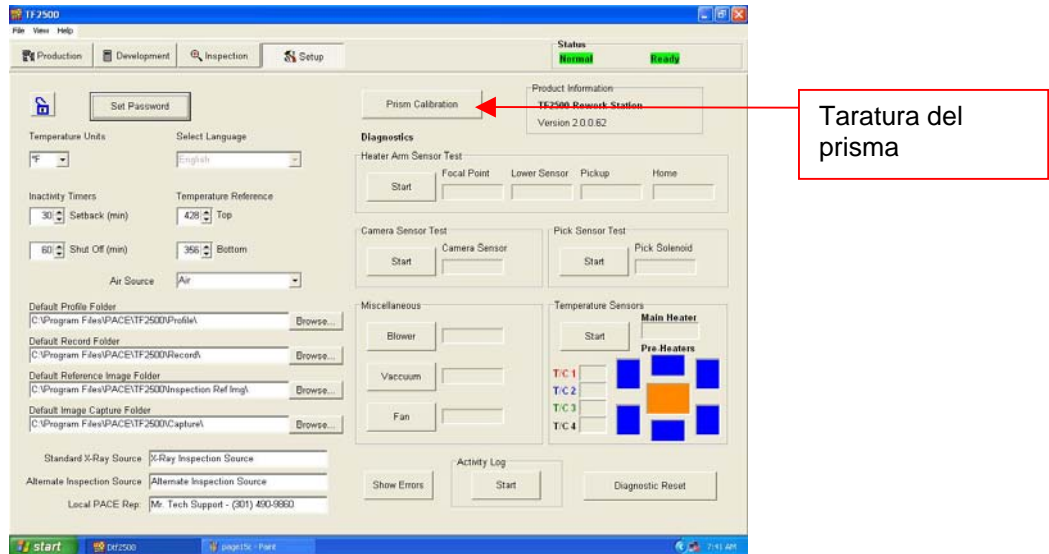

Figura 9
- i. Seleziona la schermata di installazione. (Figura 9)